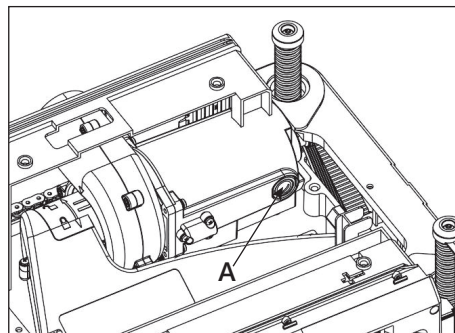

Рисунок 21.
- снимите ручки транспортировки, верхнюю крышку рабочего узла, защитный кожух и защитную крышку А (рис. 21, 22);
- установите обратно защитную крышку А (рис. 21, 22), защитный кожух, верхнюю крышку рабочего узла и ручки транспортировки.